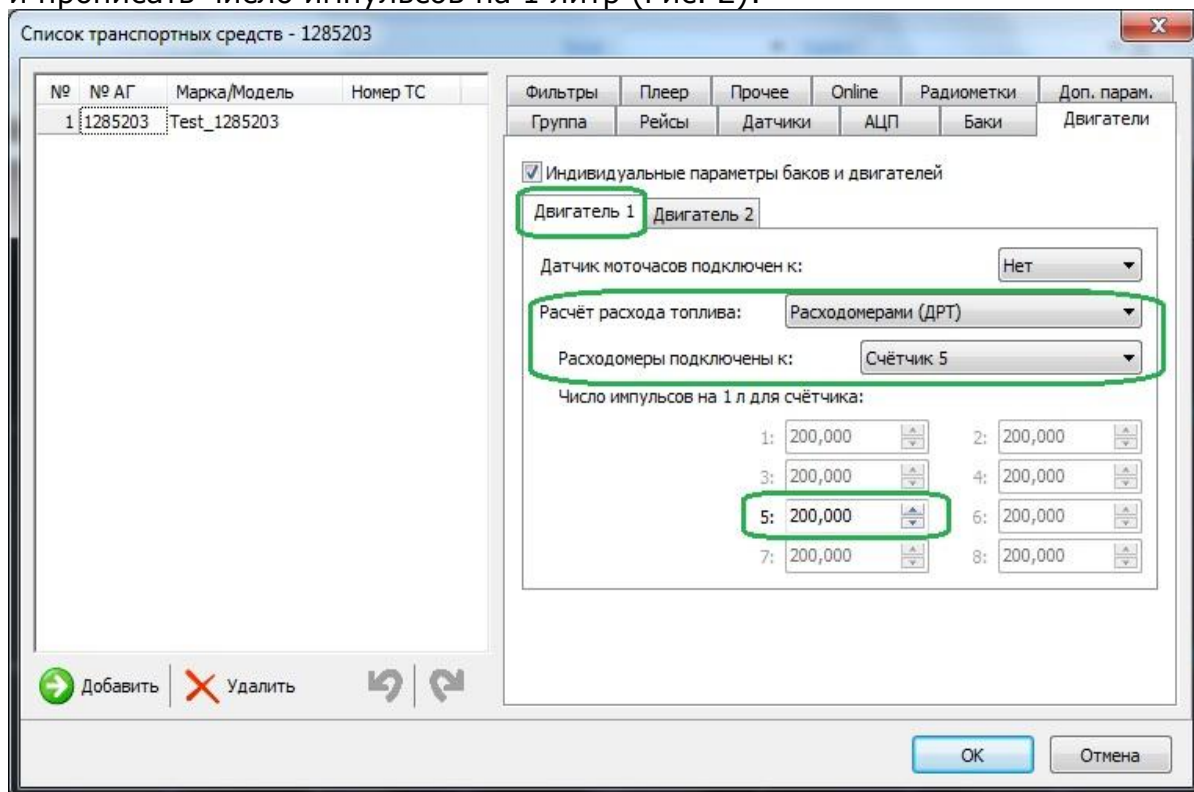

Рисунок 2
3.2.1. Для отображения графика мгновенного расхода топлива, на вкладке Двигатели, для Двигателя 1, выбрать к какому счётчику подключен расходомер и прописать число импульсов на 1 литр (Рис. 2):